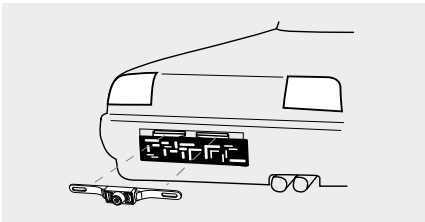
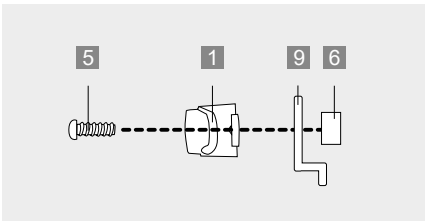

Bild 4
Bild 5
Führen Sie den Stecker des Kamerakabels (1) durch den Dichtring (8) in den Innenraum des Fahrzeugs bzw. Kofferraumdeckels. Montieren Sie die Kamera (1) mit einem gleichmäßigen Seitenabstand auf die Kamerahalterungen (9) (siehe Bild 4). Verwenden Sie zum Befestigen die beiden Schrauben (5) und die beiden Spannmuttern (6) (siehe Bild 5). Stoppen Sie das Drehen der Spannmuttern, wenn Sie Widerstand spüren und die Kamera mit der Halterung fest verbunden ist. Achten Sie darauf, dass der Kabelausgang auf der Rückseite der Kamera immer nach oben zeigt, damit der maximale Schwenkbereich erhalten bleibt.